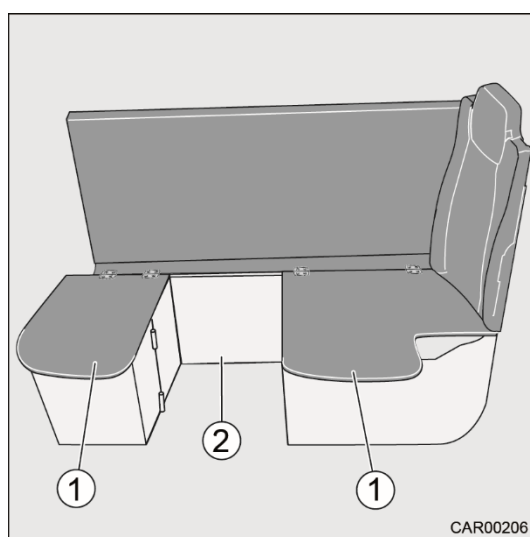

Fig. 26 Transformation du 5^e siége
9. Retirer la paroi de séparation (Fig. 26/2) hors du socle au milieu du véhicule.
11. Rabattre les plaques de siége (Fig. 26/1).